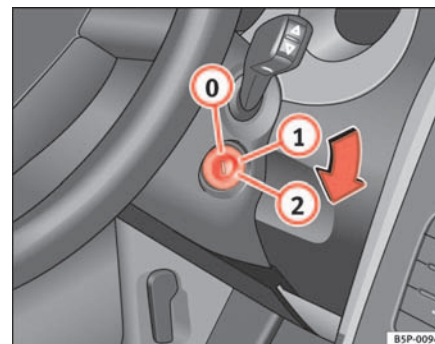

Abb. 131 Stellungen des Zündschlüssels
In dieser Stellung ⇒ Abb. 131 sind die Zündung und der Motor ausgeschaltet und die Lenkung kann gesperrt werden.
- Drehen Sie den Zündschlüssel in Stellung ⇒ Seite 161, Abb. 131 ①. Beim Vorglühen des Motors leuchtet die Kontrollleuchte  auf.
- Wenn die Kontrollleuchte nicht (mehr) leuchtet, drehen Sie den Zündschlüssel in Stellung ② zum Anlassen des Motors – geben Sie kein Gas.
- Drehen Sie den Zündschlüssel in Stellung ⇒ Seite 161, Abb. 131 .